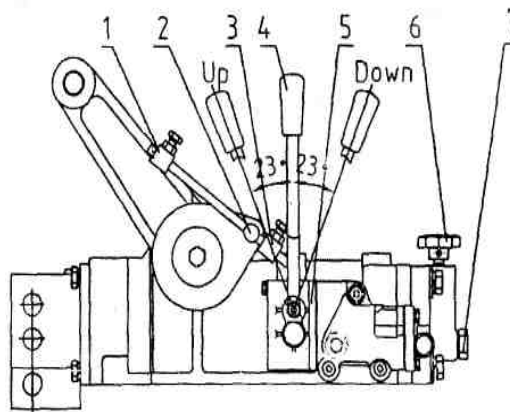

Рис.3. Гидравлический подъемник.
- а). Подъем и опускание сельскохозяйственного оборудования (смотрите Рис. 3).